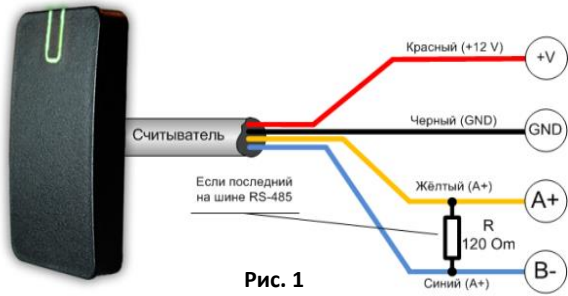

Рис. 1
**Внимание!!!** При подключении считывателя последним на шине RS-485 следует обязательно установить согласующий резистор между контактами A+ и B-, как показано на Рис. 1. Оконечный согласующий резистор для линии RS485 включен в поставку.